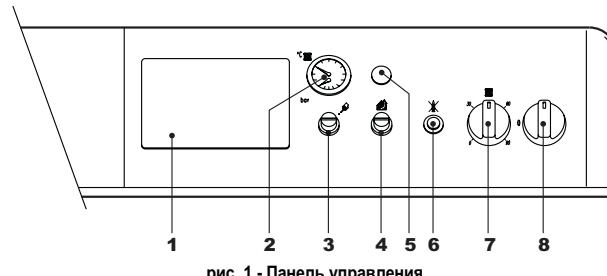

рис. 1 - Панель управления
- Переведите выключатель котла "8" в положение 1 (рис. 1).
- Если котел оборудован электронным терmostатическим блоком управления, установленным в положении 1 (рис. 1), пользователь должен также соблюдать инструкции, предоставляемые изготовителем данного блока.
Задайте с помощью термостата температуры воздуха в помещении нужную температуру внутри помещения. При поступлении команды от комнатного термостата котел включается, обеспечивая нагревание воды в системе отопления до температуры, заданной регулирующим термостатом 7 на рис. 1. При достижении в помещении желаемой температуры котел выключается.